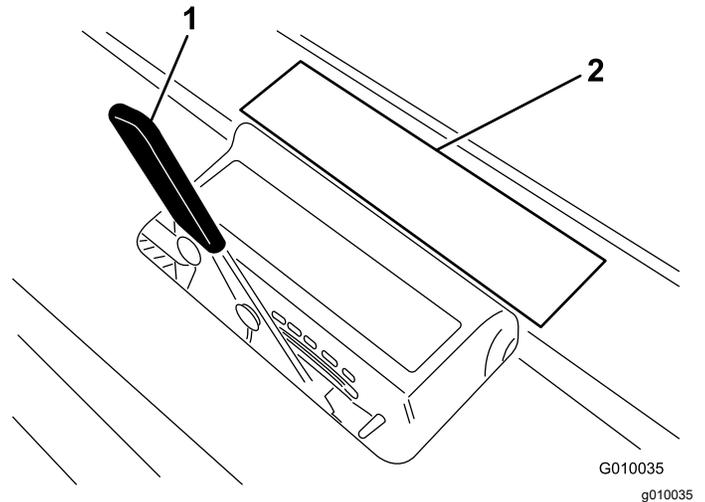

Figure 16
3. Couchez le louchet sur l'autocollant de profondeur d'aération (Figure 16), en plaçant une des extrémités en face de la profondeur voulue (voir le masque des louchets sur l'autocollant).